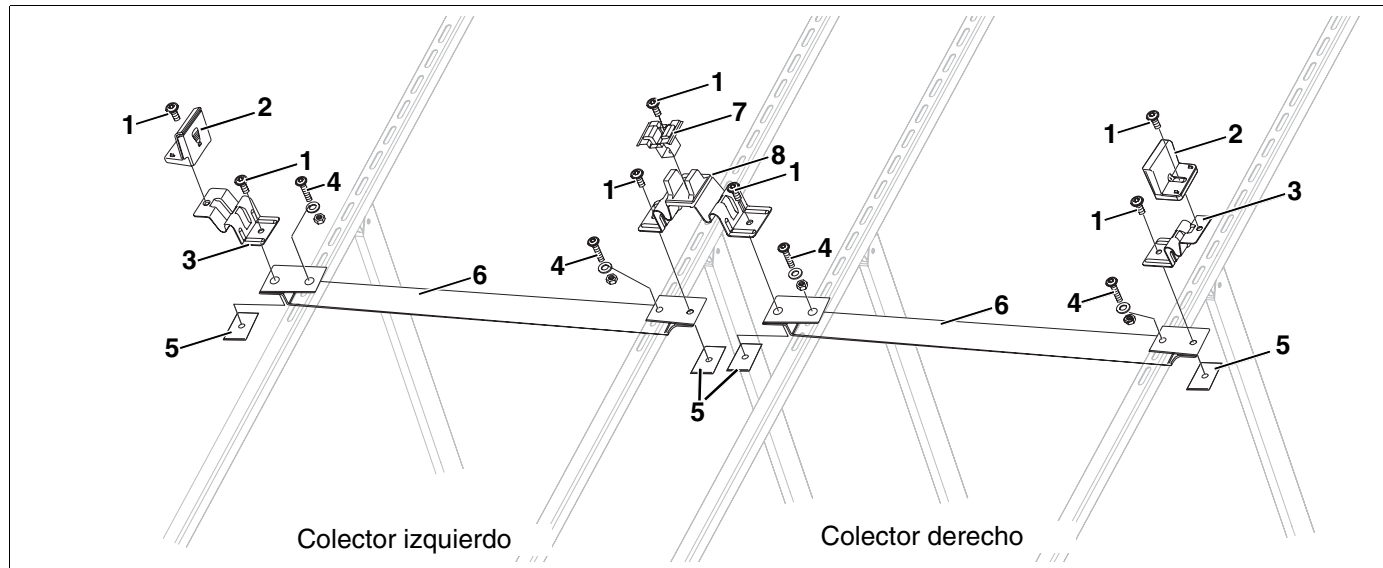

Fig. 3 Campo de colectores para dos colectores
4.2.2 Soporte complementario (accesorio) – fig. 3
Soporte complementario para el 1er colector por fila (accesorio) – fig. 3
Soporte complementario para cada colector adicional (accesorio) – fig. 3